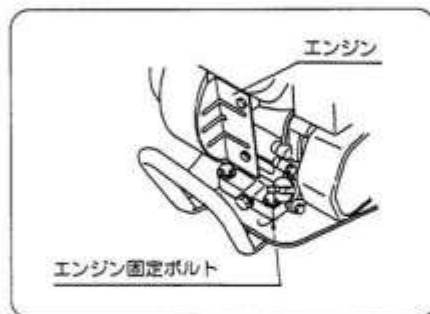

図31
- ③ 調節ボルトにおいて調整不可の際はエンジン固定ボルト(4本)を緩め、エンジンを前方に移動させてベルトの張り具合を調整します。(図31)